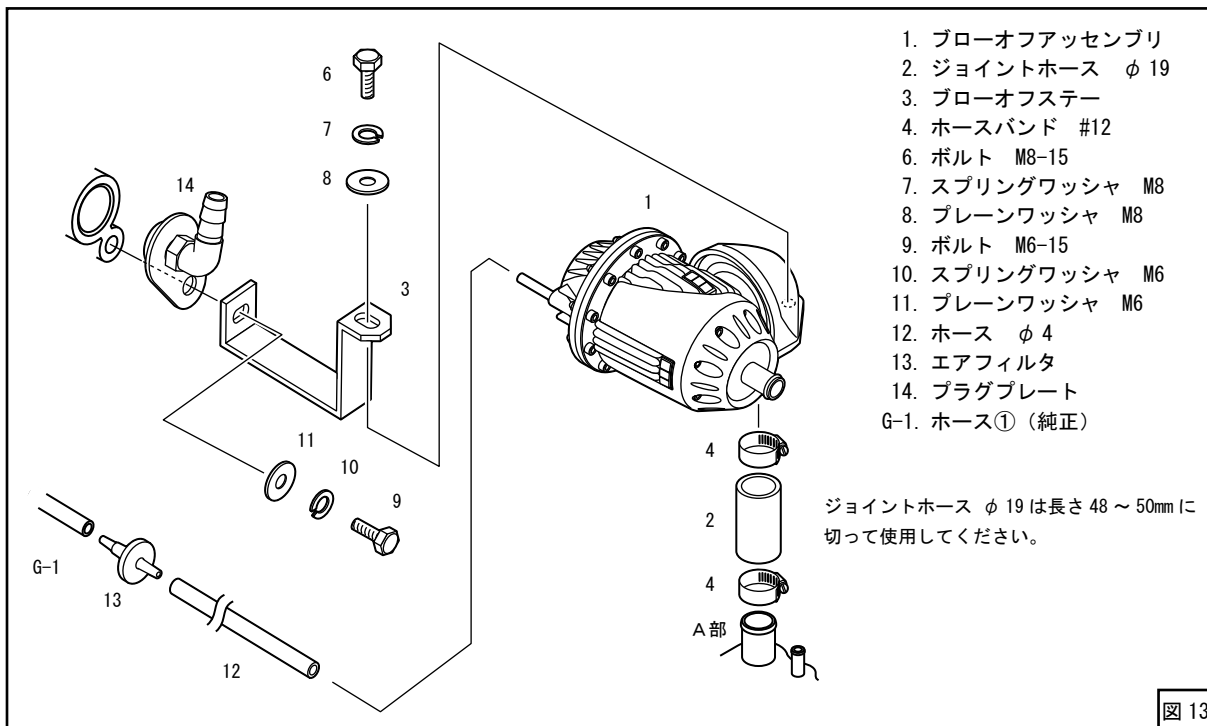
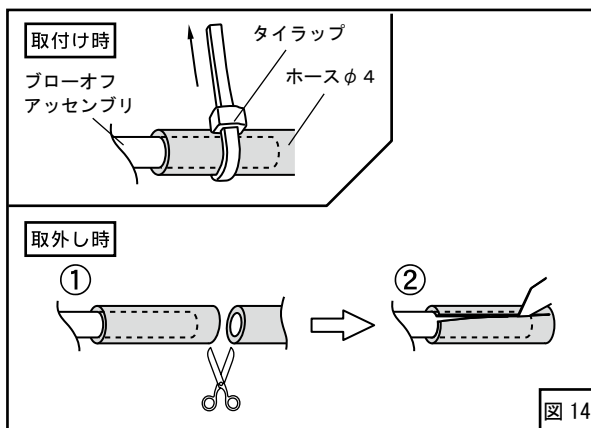

図13
図 14
(5) キットパーツを仮付けしてください。(図7、図13)
(6) キットパーツを使用してブローオフバルブ作動用の配管を行ってください。ホースφ4は適当な長さに(ある程度余裕を持たせて)切って使用してください。(図13)
(図13、図14)
ブローオフアセンブリを取外す時など、ホースφ4をブローオフアセンブリから抜く際は、タイラップを外した後、一度ホースφ4を切断し切り込みを入れてから取外してください。(図14)